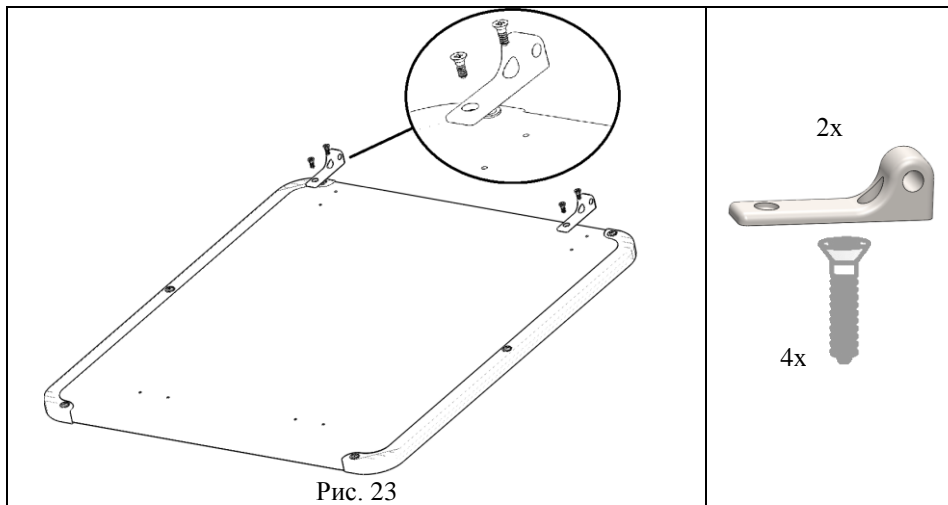

Рис. 23
5.5.3. На столешницу (поз. 6) прикрутить СУТ.41.191. Шарнир подвижный (поз.1, пакет №143) при помощи саморезов с потайголовой 4x12 (поз.2, пакет №143), см. рис. 23.